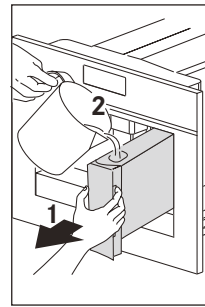
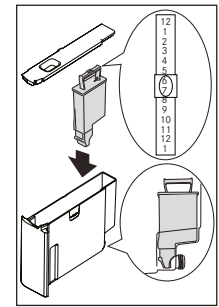

Рис. 11
Рис. 37
- ▶ Спустя 5 секунд на дисплее появляется сообщение FILL TANK (ЗАПОЛНИТЕ бак). Выньте бак для воды (Рис. 11), промойте его и наполните пресной водой до отметки максимального уровня. Вставьте обратно до упора. В бак можно установить фильтр с умягчителем воды (рис. 37).